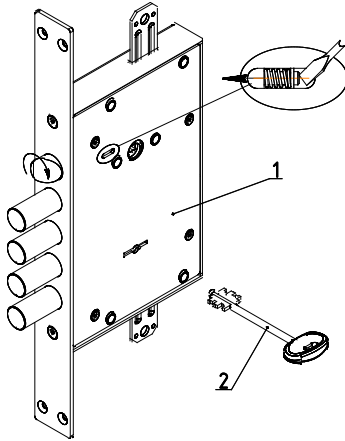

Рис.1
Комплектность замка приведена в таблице и показана на рис. 1.
4.1. Внешний вид и установочные размеры замка показаны на рис.1, 2.
5.2. Установить при необходимости защелку в соответствующее положение для правой или левой двери путем ее выдвигания из корпуса отверткой через паз в крышке замка и разворота на 180° вокруг своей оси (см. рис. 1).